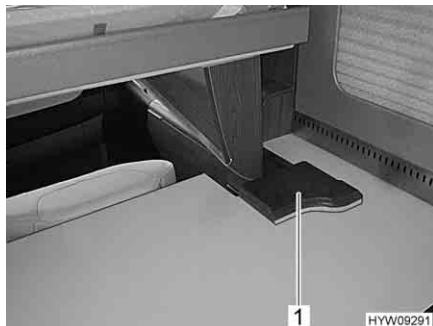

Fig. 98 Tavolo bar (incavo aperto)
- Prima di abbassare il letto basculante, ruotare verso l'alto l'incavo ribaltabile (Fig. 98,1) sulla parte anteriore del tavolo bar e posare sul piano del tavolo.